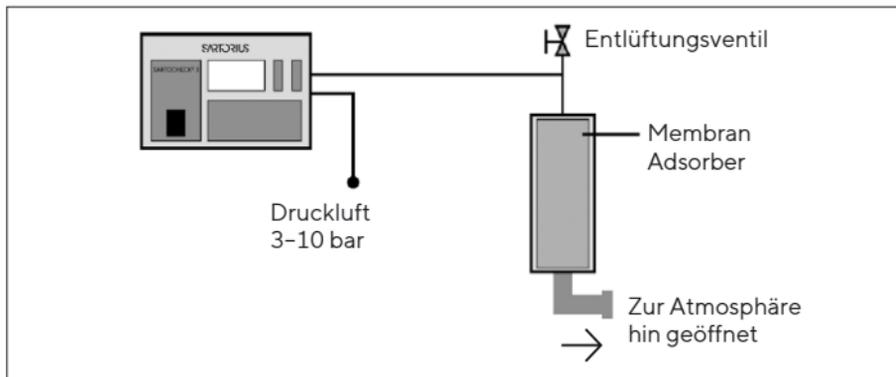

Abb. 4 Konfiguration des Diffusionstests mit Sartocheck.
► Adsorber wie in Abb. 4 gezeigt installieren.